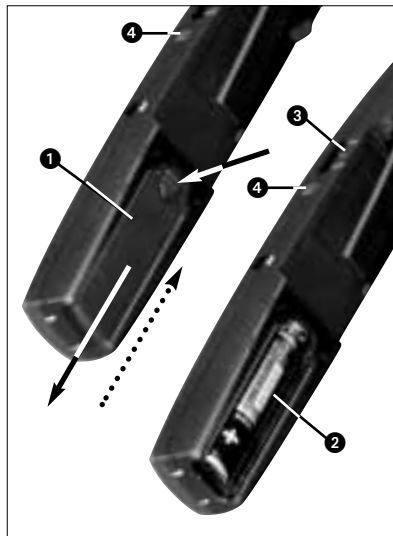

Fig. 2 : Mise en place de la pile
Voir Fig. 2 :
pile (2) dans le compartiment comme indiqué à la Fig. 2.
5. Faites occuper au curseur ON/MUTE/OFF (3) la position ON.